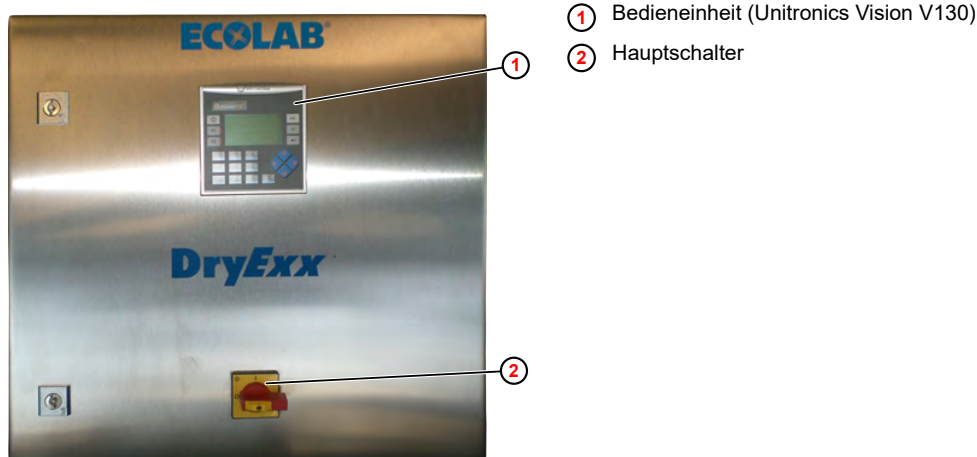

Abb. 11: DryExx® Basic einschalten
1. ➤ Am Steuerschrank Hauptschalter ( Abb. 11 , ② ) ausschalten.
2. ➤ Am Steuerschrank Hauptschalter ( Abb. 11 , ② ) einschalten.